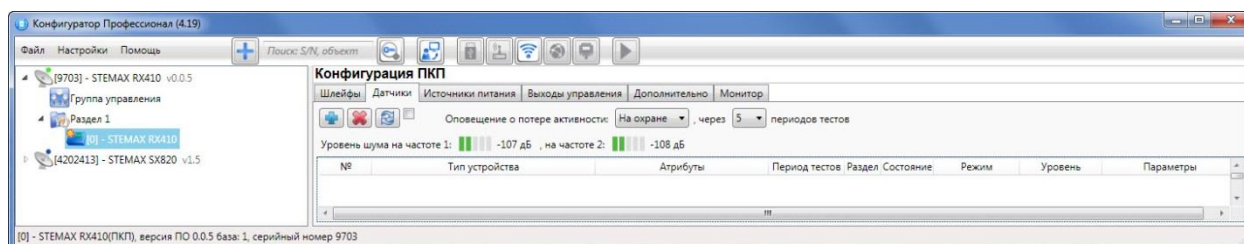

Рисунок 4.32 — Вкладка *Датчики* (основные параметры работы радиоустройств)
В верхней части вкладки *Датчики* (см. рисунок 4.32) задаются основные параметры работы радиоустройств Livi.
- На вкладке *Датчики* нажмите кнопку  (см. рисунок 4.32).